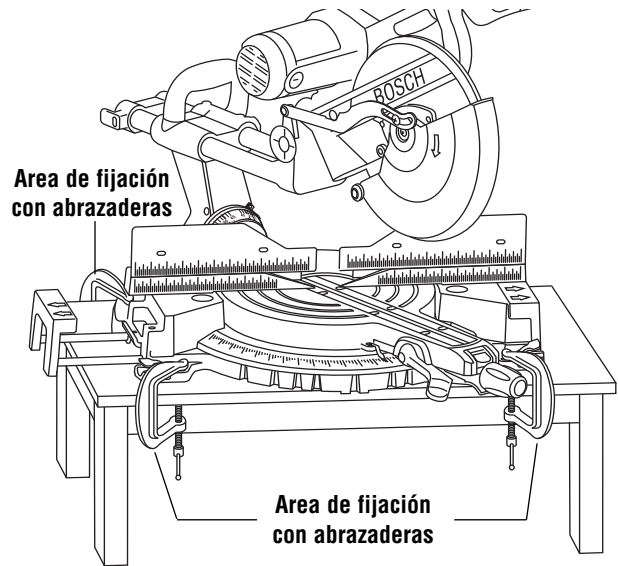

Figura 15. Montaje portátil usando abrazaderas
- Coloque dos (2) o más abrazaderas en “C” en las áreas de fijación con abrazaderas y fijelas (Figura 15).
- Tenga cuidado de no poner las abrazaderas sobre las palancas de sujeción de las extensiones de la base (Figura 15).